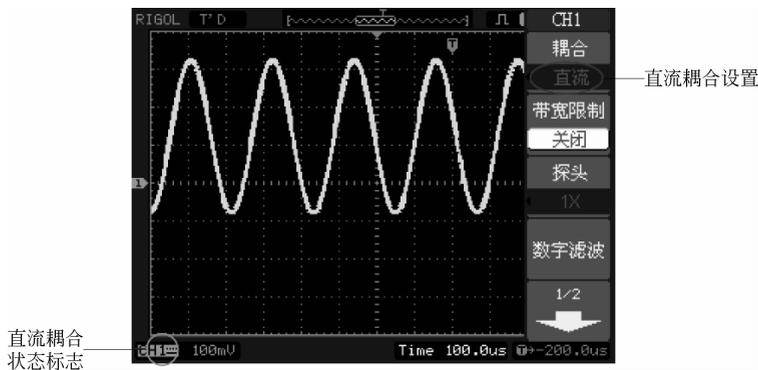

图 1.10 设置为直流耦合方式
(2) 按 CH1→耦合→直流,设置为直流耦合方式。被测信号含有的直流分量和交流分量都可以通过,测量波形显示如图 1.10 所示。